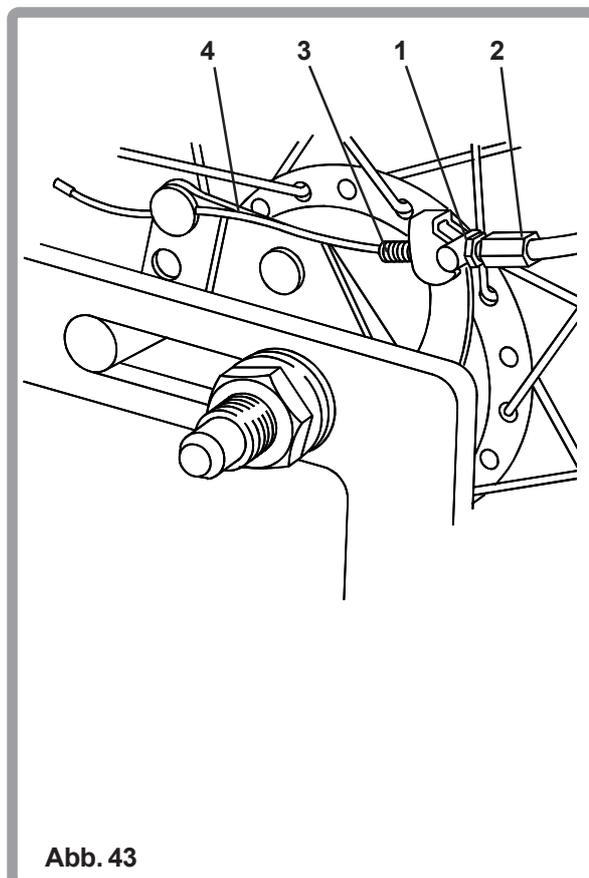

Abb. 43
Zur Einstellung der Trommelbremsen (Abb. 43) lösen Sie als erstes die Kontermutter (1). Nun drehen Sie die Verstellerschraube (2) der Bremskabelführung (3) um das innere Bremskabel (4) zu lösen oder zu straffen. Nach exakter Einstellung ziehen Sie die Kontermutter (1) wieder fest.